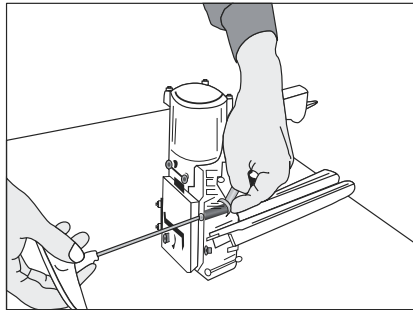

Figure 16
2. Desserrez les vis et l'écrou à l'aide d'une clé 8 mm et d'une clé Allen 4 mm. (Voir Figure 16)